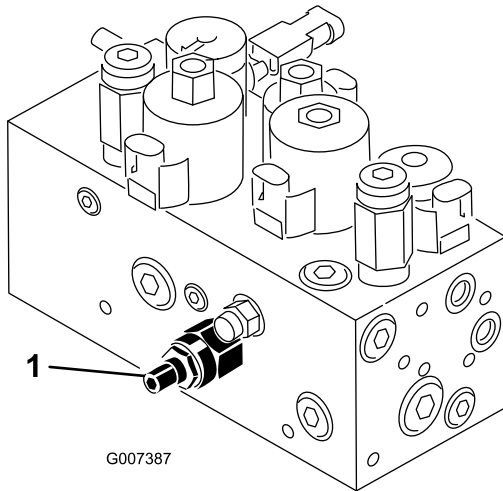

Bild 46
Der Hydraulikkreis zum Heben/Absenken der Schneideinheit besitzt ein Flusssteuerungsventil (Bild 46). Dieses Ventil wird ab Werk um ungefähr drei Umdrehungen geöffnet. Zum Ausgleichen unterschiedlicher Hydrauliköltemperaturen und Mähgeschwindigkeiten usw. müssen Sie dieses Ventil jedoch u. U. einstellen.
1. Klappen Sie den Sitz hoch und finden Sie das Flusssteuerungsventil für den mittleren Zugrahmen (Bild 46), das sich an der Seite des Hydraulikverteilers befindet.